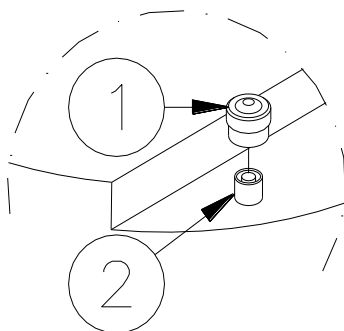

Figura 20 – Coperchio inferiore con valvola di pressione
- Il segnale dovrebbe essere sottoposto alla prova di tenuta applicando una pressione interna di 1,38 kPa. Questo può essere effettuato collegando una linea esterna di aria in pressione alla valvola (Figura 20– n°2) presente sul coperchio inferiore. Immergendo il segnale in acqua si possono meglio localizzare le eventuali perdite. Nel caso di perdite, verificare i punti in cui avvengono ed adottare i necessari provvedimenti per eliminarle.